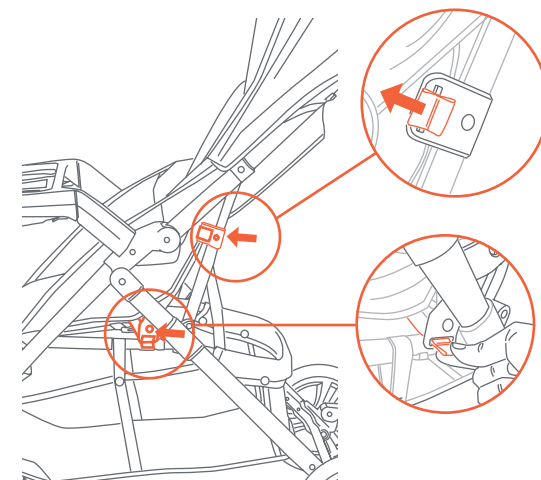

Fig. 9a
**Si se recibe sin adjuntar,** siga las instrucciones a continuación para adjuntar. Pase el gancho de reclinación trasera y la tela del asiento por las ranuras el soporte y las ranuras apropiados en el armazón del carrito (Fig. 9a).